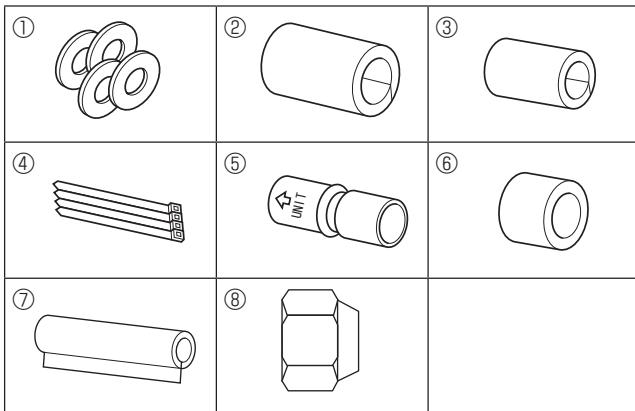

Fig. 3-1
3.1. Ελέγχτε τα εξαρτήματα της εσωτερικής μονάδας (Fig. 3-1)